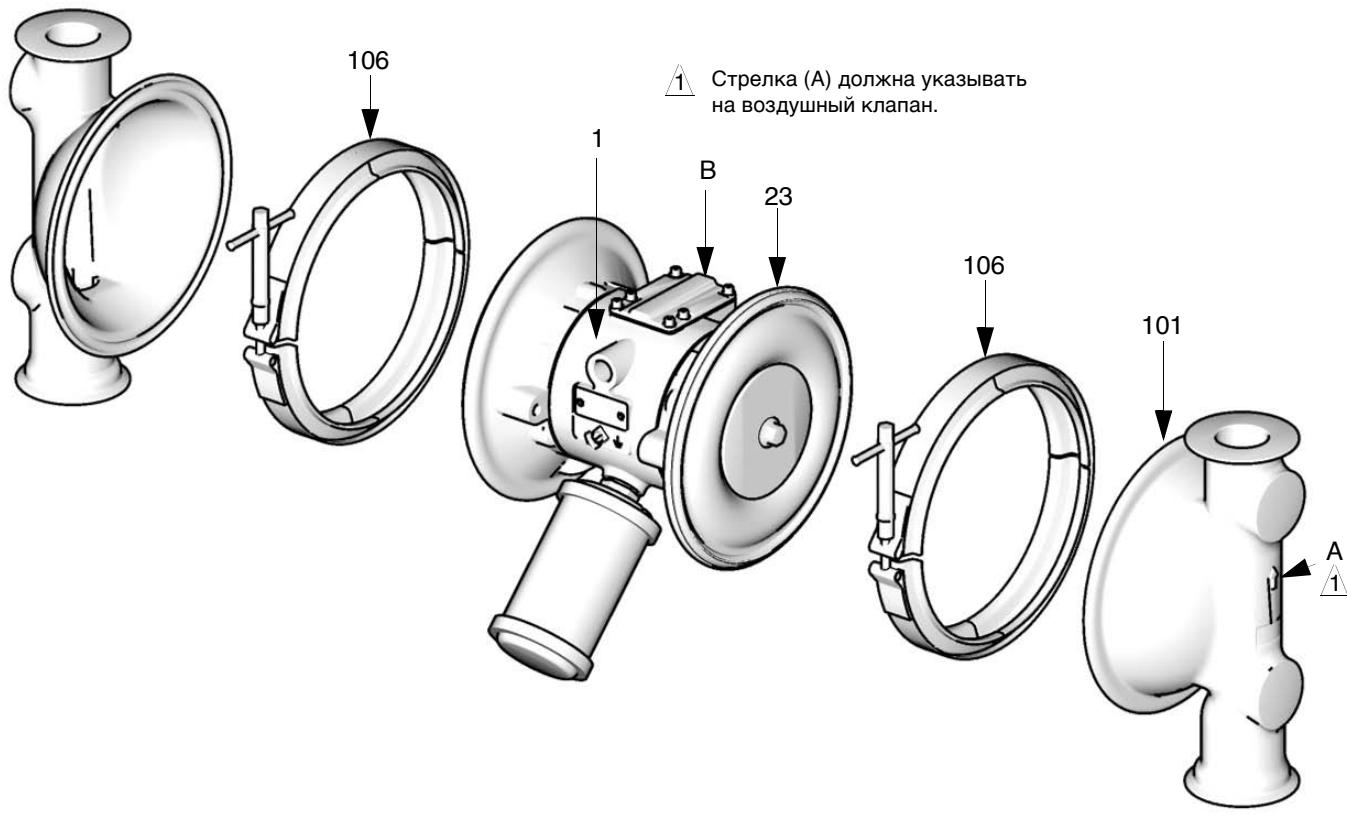

Рис. 10
- Снимите фиксаторы (106), с помощью которых крышки (103) жидкостной секции крепятся к крышкам (23) воздушной секции. Снимите крышки (101) жидкостной секции с насоса. См. Рис. 10.
- d. При наличии мембранны из ПТФЭ необходимо установить на болт задник (401*). Убедитесь в том, что сторона с отметкой AIR SIDE («Сторона воздуха») обращена к центральному корпусу (1).
- e. Установите пластину (104) мембранны со стороны воздушной секции так, чтобы окруженная сторона была обращена к мембрane (401). На этой детали присутствует соответствующий номер.
- f. Нанесите на резьбу болта (107) синий состав Loctite® средней прочности или аналогичный закрепитель. Вкрутите болт в вал (24) и затяните его рукой.
3. Нанесите на вал (24) мембранны смазку (по всей длине и на оба конца вала). Вставьте вал в корпус (1).
5. Удерживая один из болтов (107) вала гаечным ключом, затяните другой болт с усилием 81—95 Н•м (60—70 футофунтов) (при этом скорость не должна превышать 100 оборотов в минуту).
6. Совместите крышки (101) жидкостной секции и центральный корпус (1) так, чтобы стрелки (A) на крышках указывали в том же направлении, что и воздушный клапан (B). Закрепите крышки фиксаторами. См. Рис. 10.